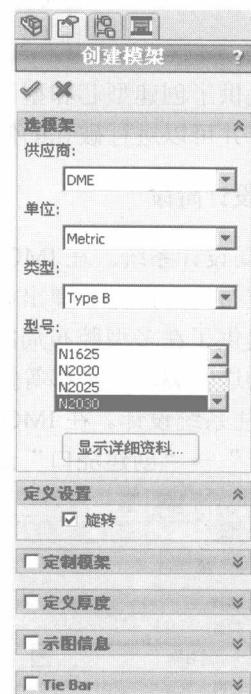

图 1-7 “创建模架”属性管理器
(3) 模架设计系统。在 IMOLD 工具栏中单击 (模架设计) 按钮，弹出快捷菜单。单击“创建模架”命令，弹出如图 1-7 所示的“创建模架”属性管理器。